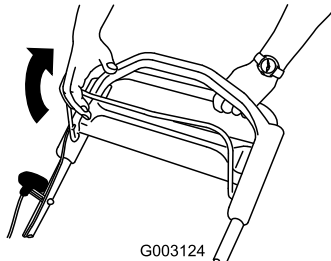

Figura 24
2. Tirate la barra di comando della lama verso la stegola (Figura 24).